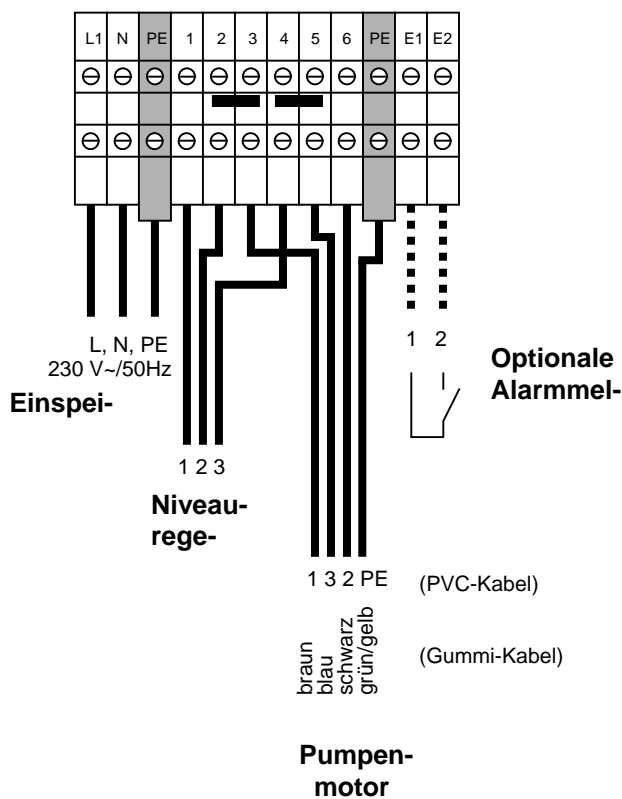

Bild 9a
- Bei Anschluss der (1~) -Version an den Unterputzverteiler das Kabel am Steckerschaltkasten abschneiden und entsprechend Bild 9a anschliessen.